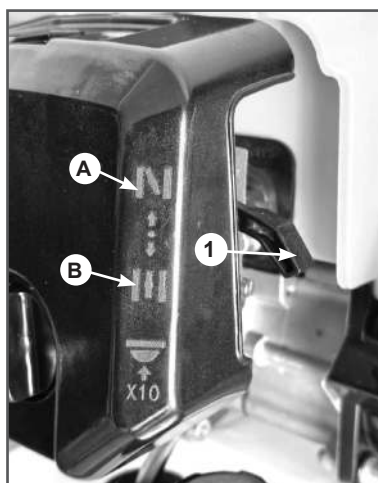

Рис. 11 Расположение рычага управления воздушной заслонкой
6. Закройте воздушную заслонку. Для этого рычаг 1 управления воздушной заслонкой (Рис. 11) установите в верхнее положение А (Рис. 11).
8. После первой вспышки откройте воздушную заслонку — переведите рычаг воздушной заслонки в нижнее положение В (Рис. 11). Проверните коленчатый вал двигателя ручным стартером до тех пор, пока не почувствуете сопротивление, затем медленно опустите ручку стартера вниз. Снова медленно потяните за ручку стартера, пока не почувствуете, что стартер вошел в зацепление с маховиком, после чего, потяните за ручку стартера сильно, но плавно. Повторите это действие 1-3 раза, двигатель должен запуститься.